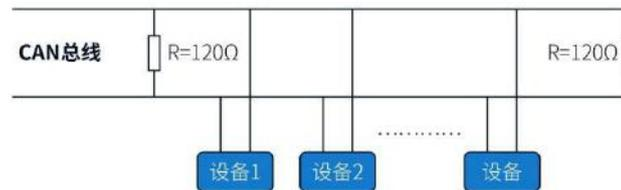

图 3-1
- 用 CAN 总线协议连接多台设备的时候，请参照下图 3-1 的连接方式。